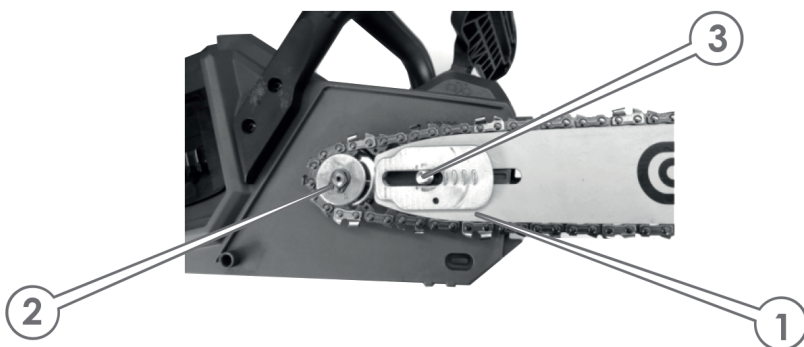
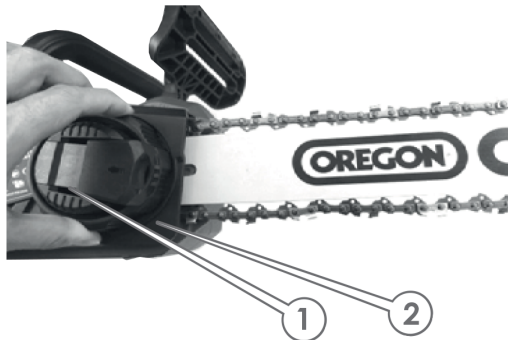

Рисунок 5. Схема встановлення напрямної з ланцюгом на напрямку шпильку і ведучу зірочку.
Рисунок 6. Схема регулювання натяжіння.
- перевірити, що на «шину» встановлена зубчаста муфта (1, рис. 5) механізму натяжіння або встановити її та зафіксувати нарізним гвинтом;
- встановити «шину» з ланцюгом на напрямну шпильку (3, рис. 5) пили - шпилька повинна ввійти в отвір «шини» та зубчастої муфти механізму натяжіння;
- накласти ланцюг на ведучу (2, рис. 5) зірочку і вставити в паз «шини» напрямні хвостовики ланок ланцюга. Проведення цієї операції почати із верхньої частини ланцюга. Посунути «шину» трохи вперед, щоб ланцюг трішки натягнувся;
- відрегулювати натяжіння ланцюга, обертаючи безключовою гайкою (2, рис. 6) зубчасту муфту (1, рис. 5) механізму безключового регулювання натяжіння ланцюга. Натяжіння ланцюга виконати до тих пір, доки ланцюг щільно не приляже до нижньої частини напрямної. У вірно натягнутого ланцюга, звичайним зусиллям руки, неможливо вивести різальні ланки за межі напрямної.
- надійно зафіксувати важелем (1, рис. 6) безключову гайку (2, рис. 6) механізму регулювання натяжіння ланцюга у зтягнутому положенні.
- послабити на півоберта важіль (1, рис. 6) безключової гайки (2, рис. 6) механізму регулювання натяжіння ланцюга;
- повернути безключову гайку (2, рис. 6) механізму безключового регулювання натяжіння ланцюга у відповідному напрямку – у напрямку руху годинникової стрілки для збільшення натяжіння і у напрямку проти-лежного руху годинникової стрілки для послаблення натяжіння – до досягнення бажаного результату натяжіння ланцюга;
- міцно затягнути важіль (1, рис. 6) безключової гайки (2, рис. 6) механізму регулювання натяжіння ланцюга;